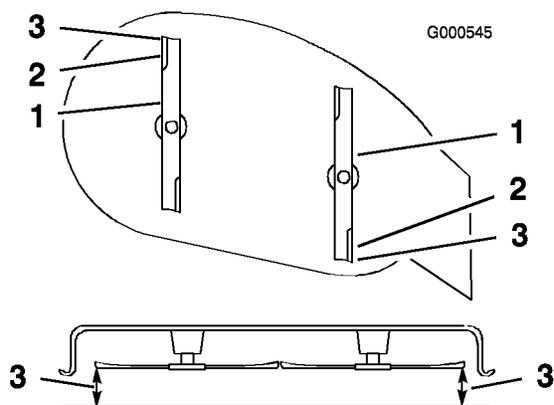

Figure 45
- Réglez la hauteur de coupe à la position **D** (76 mm) et tournez les lames avec précaution dans le sens longitudinal (Figure 45).
- Mesurez la distance entre la pointe de la lame avant et la pointe de la lame arrière par rapport à la surface plane (Figure 45). Si la pointe avant de la lame n'est pas de 1,6 à 7,9 mm plus bas que la pointe arrière, réglez les contre-écrous avant.